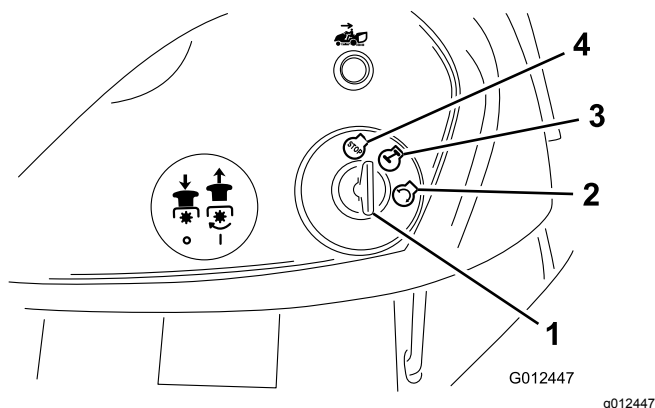

Bild 11
8. Drehen Sie den Zündschlüssel nach rechts und halten ihn auf Start (**Bild 11**).
2. Drehen Sie den Zündschlüssel auf die Aus-Stellung (Bild 11).